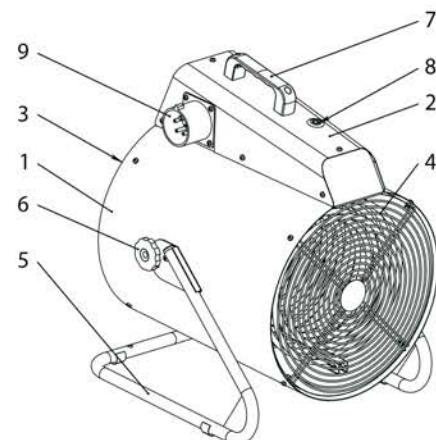

Рис. 2. Устройство прибора
Несущая конструкция тепловентилятора (см. рис.2) состоит из кожухов наружного (1) и внутреннего, изготовленных из листовой стали и имеющих цилиндрическую форму. Во внутреннем кожухе размещены вентилятор и трубчатые электронагревательные элементы. Сверху кожуха расположен корпус блока управления (2). Кожух наружный, закрыт воздухозаборной (3) и воздуховпускной (4) решетками, винтами устанавливается на подставку (5) и имеет возможность поворота в вертикальной плоскости. Угол поворота фиксируется барашковыми винтами (6). Вентилятор затягивает воздух через отверстия воздухозаборной решетки. Воздушный поток, втянутый вентилятором в корпус, проходя между петлями трубчатых электронагревательных элементов, нагревается и подается в помещение через отверстия воздуховпускной решетки.
Электронагревательные элементы, после срабатывания устройства аварийного отключения, автоматически не включаются. Для возврата устройства аварийного отключения в рабочее положение необходимо нажать на кнопку сброса аварийного термостата (Рис.2)